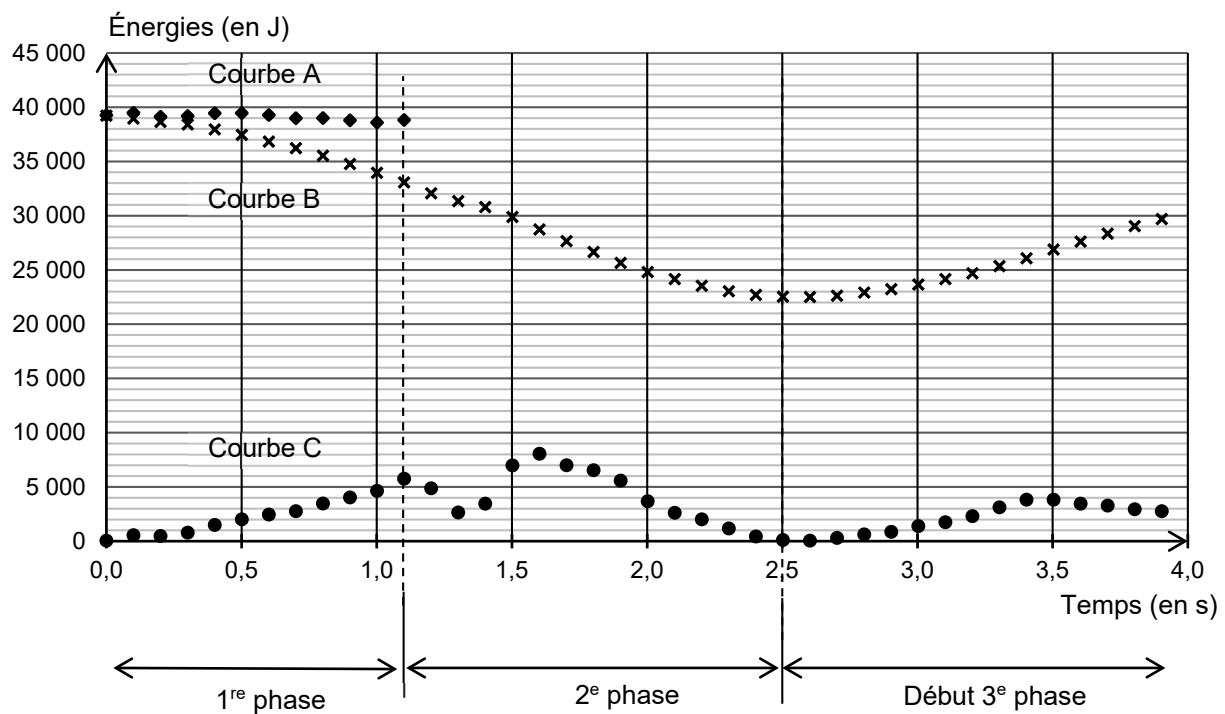

Figure 1. Courbes représentant des énergies du système au cours du temps
Lors du saut, les différentes énergies intervenant au cours du mouvement ont été calculées à l'aide des informations fournies sur la vidéo du saut. Elles ont été représentées dans la figure 1. L'énergie potentielle de pesanteur est considérée nulle quand  $z = 0$ .
6.1. Identifier parmi les courbes A, B, C de la figure 1 celle représentant l'énergie cinétique, celle représentant l'énergie potentielle de pesanteur et celle représentant l'énergie mécanique. Justifier ces choix.
6.3. Pour des raisons de sécurité, il est nécessaire que l'élastique soit choisi tel que son étirement  $\Delta L$  soit inférieur ou égal à  $4 L_0$ . À l'aide de la figure 1, calculer la distance maximale parcourue par le sauteur. Conclure.